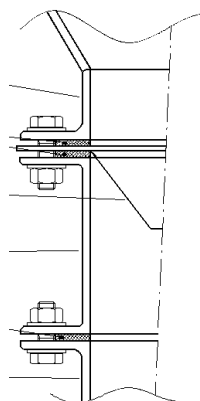
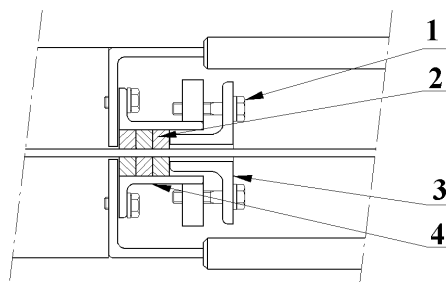

Bild 6. Flänsförband
Bild 7. Glandtätning
- Efterjustera glandtätningen enligt bild 7.
- Flänsförband, se bild 6.
- Glandtätningen, se bild 7. Om glandtätningen inte är tät, drag åt skruvarna i glandtätningens tryckare stegvis och jämnt.
<p>Var 3:e månad</p>	<p>Kontrollera så att det ej förekommer något läckage runt spjället vid:</p> <ul style="list-style-type: none"> <li>Flänsförband, se bild 6.</li> <li>Glandtätningen, se bild 7. Om glandtätningen inte är tät, drag åt skruvarna i glandtätningens tryckare stegvis och jämnt.</li> </ul>
Varning!	<p>Före underhåll på spjället, se till att utrymmet ovanför spjället är tomt på material och att materialtillförseln är stoppad. Försäkra dig om att ingen kan starta materialtillförseln under pågående arbete.</p> <ol style="list-style-type: none"> <li>1. Öppna spjället till hälften.</li> <li>2. Lossa skruvarna och demontera tryckaren, se bild 6.</li> <li>3. Dra ut glandtätningen med lämpligt verktyg.</li> <li>4. Snedskär den nya glandtätningens båda ändar för att ytan mot tryckaren skall bli jämn, se bild 8.</li> <li>5. Montera den nya glandtätningen. Börja med att trycka in glandtätningen med dorn vid spjällskivans kanter.</li> <li>6. Montera tryckaren och dra åt skruvarna.</li> </ol> <div style="text-align: center;">  <p>The diagram shows a cross-section of a gland seal. It consists of three parallel lines representing the seal's structure. The right end of the seal is being cut at an angle, creating a chamfered edge. This is done to ensure a smooth surface when the seal is pressed against the pressure plate.</p> </div> <p style="text-align: center;">Bild 8. Glandtätning sedd från ovan</p>